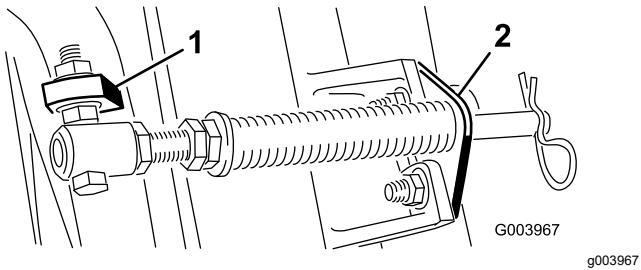
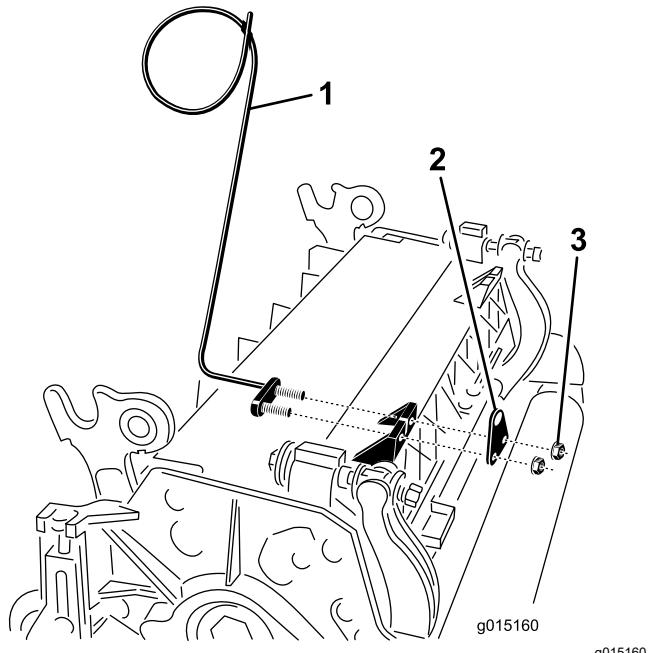

Figura 11
Figura 13
- C. Montate il bullone del tubo della molla sull'aletta opposta, sul telaio portante, e fissatelo con il dado flangiato. La testa del bullone deve essere posta sul lato esterno dell'aletta, come illustrato nella Figura 11.
- D. Montate la staffa dell'asta sulle alette degli elementi di taglio usando i bulloni a testa tonda e i dadi (Figura 11). Inoltre, nel rimontare la staffa dell'asta, sull'elemento di taglio montate la guida del flessibile di sinistra sulla parte anteriore delle alette degli elementi di taglio (Figura 13).